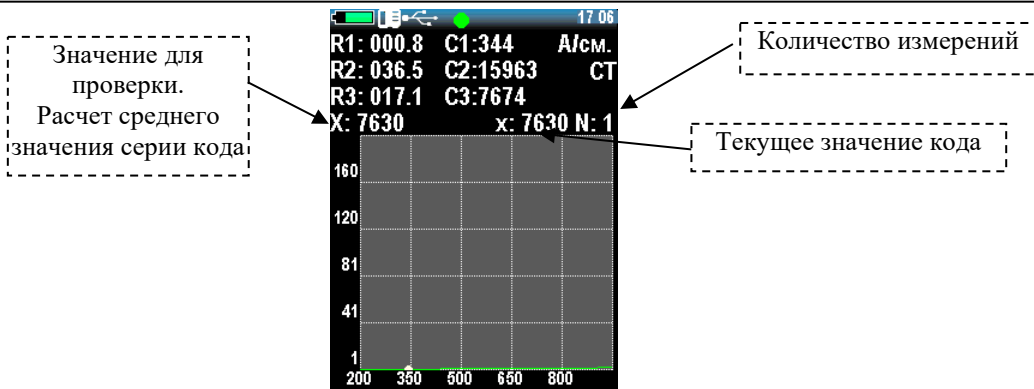

Рисунок 2.20 – Проверка правильности полученного значения
10. Чтобы проверить правильность полученного значения, нужно переместить курсор на X: 000 и сделать несколько измерений на одном из образцов. Убедитесь, что значение X (текущее значение кода) не будет изменяться более чем на 3% (рис. 2.20).